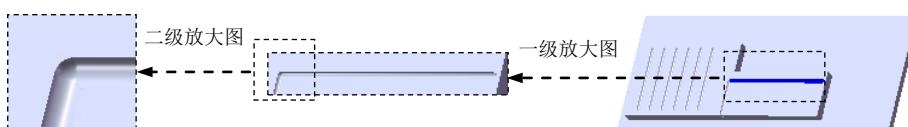
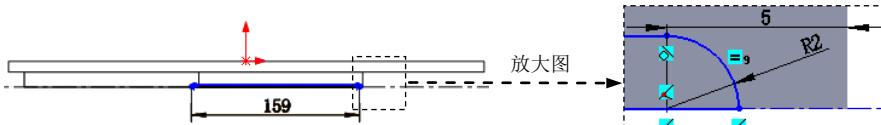

图 17.7.22 创建切除—旋转 4
图 17.7.23 横断面草图
Step12. 创建图 17.7.22 所示的切除—旋转 4。选择下拉菜单 **插入(I) → 切除(C)** → **旋转(R)...** 命令；选取 Step11 绘制的基准面 3 作为草图平面，绘制图 17.7.23 所示的横断面草图（包括旋转中心线）；采用草图中绘制的中心线作为旋转轴线；在 **方向1** 区域的 **下拉列表** 中选择 **给定深度** 选项，在 **文本框** 中输入数值 360.0，采用系统默认的旋转方向。